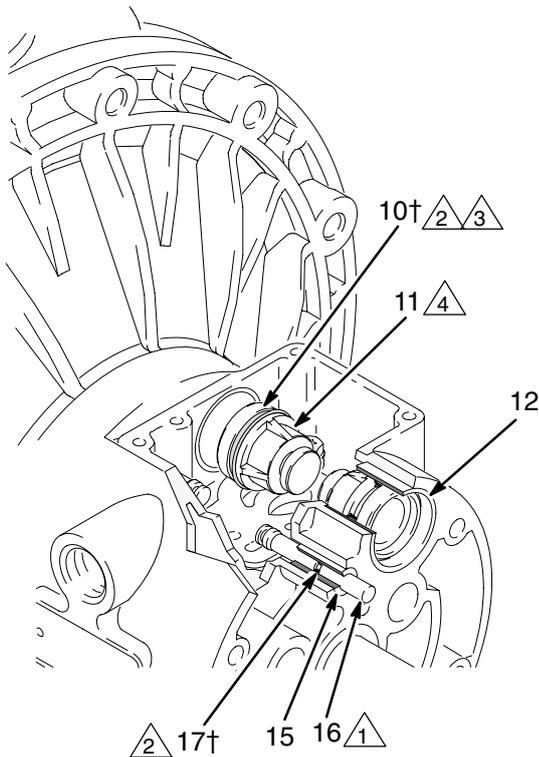

Fig. 9 04901B
4. Sortez les deux pistons d'actionneur (11) des coussinets (12). Retirez les joints en coupelle (10) des pistons. Sortez les axes de commande (16) des coussinets (15). Retirez les joints toriques (17) des axes de commande. Consultez la Fig. 9.
6. Vérifiez les coussinets (12, 15) en place. Consultez la Fig. 9. Les coussinets sont cintrés et, s'ils sont endommagés, doivent être retirés par l'extérieur. Cela nécessite le démontage de la section fluide. Consultez la page 20.
4. Installez un joint torique (17†) sur chaque axe de commande (16). Graissez les axes et les joints toriques. Insérez les axes dans les coussinets (15), extrémité **fine** d'abord. Consultez la Fig. 9.
5. Installez un joint en coupelle (10†) sur chaque piston d'actionneur (11), en orientant les lèvres des joints vers l'extrémité **fine** des pistons. Consultez la Fig. 9.
6. Lubrifiez les joints en coupelle (10†) et les pistons d'actionneur (11). Insérez les pistons d'actionneur dans les coussinets (12), extrémité **large** d'abord. Laissez l'extrémité fine des pistons exposée. Consultez la Fig. 9.